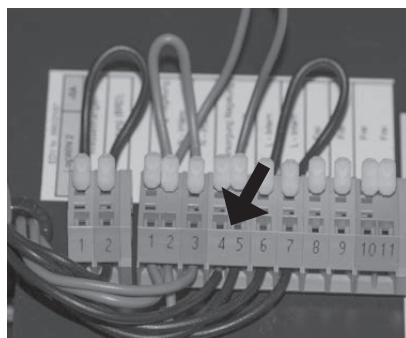
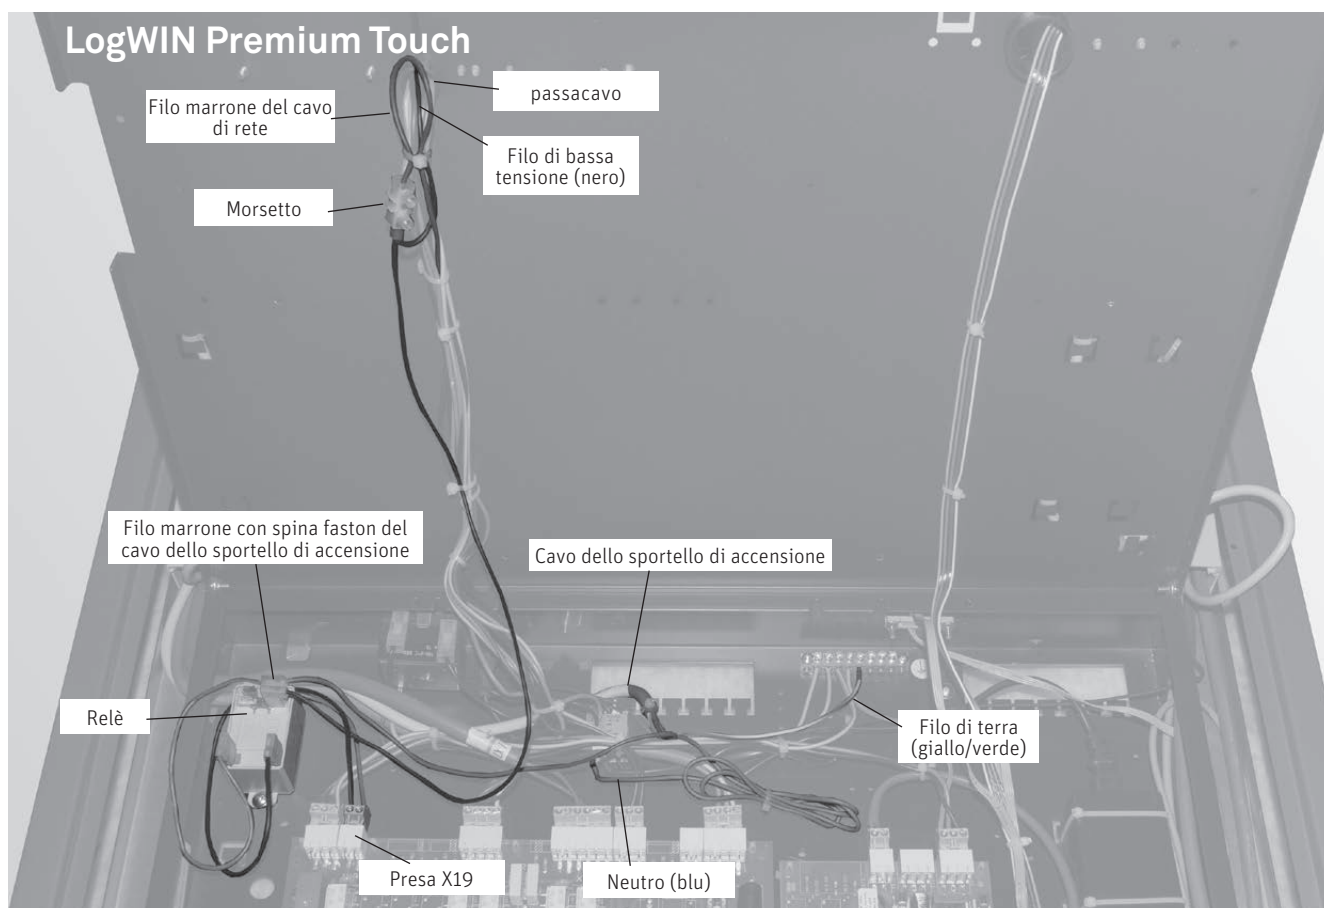

fig.20 LogWIN Premium Touch: Collegare il cavo nero dall'interruttore relè (No.2) al posto del cavo marrone al blocco di collegamento
fig. 21 Quadro di comando LogWIN Premium Touch, collegamento elettrico dell'accensione
- Scollegare il filo marrone dai morsetti di collegamento (No.4, alimentazione principale, fig. 20), far passare il cavo attraverso il passacavo in gomma e collegarlo al morsetto dell'interruttore relè - fig. 21. Collegare il cavo nero al posto di quello marrone al blocco di collegamento (No.4, alimentazione principale, fig. 21)